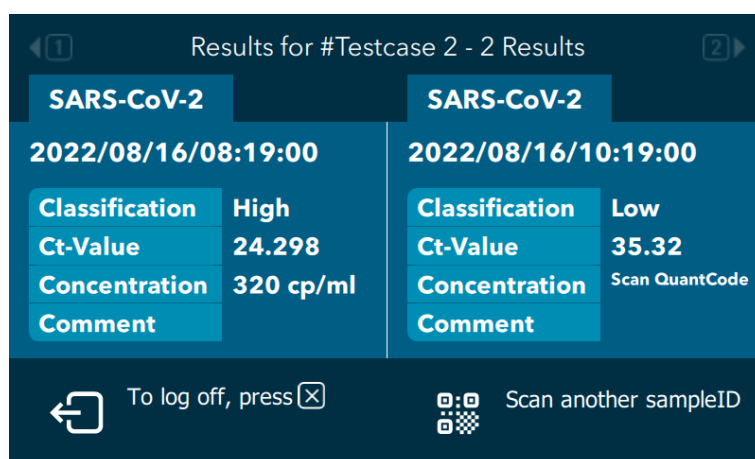

Abbildung 3: Beispiel für einen Bildschirm, der auf dem Device angezeigt wird, wenn Ergebnisse aus dem Speicher abgerufen werden.
- Das Device zeigt die entsprechenden Ergebnisse an (siehe *Abbildung 3*).